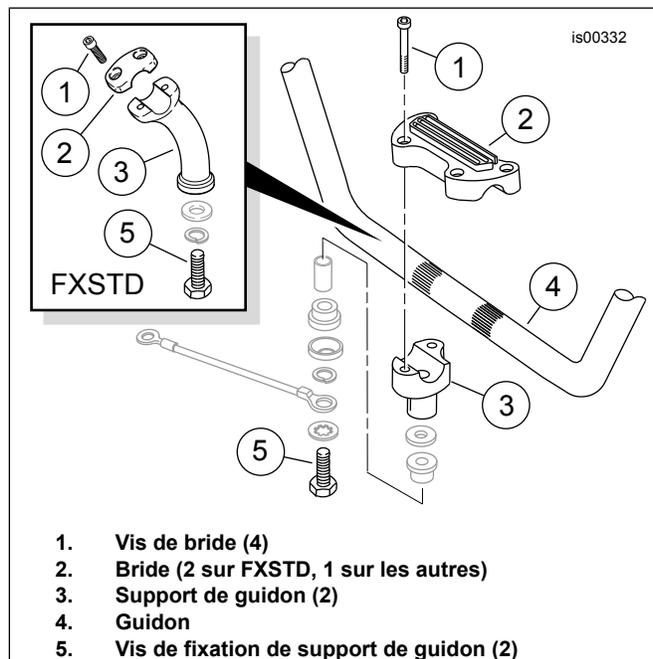

Figure 1. Brides de guidon et supports de guidon (modèles Dyna et Softail)
8. Voir Figure 1 . Retirer et éliminer les vis (1), la bride supérieure (2) et le guidon (4).